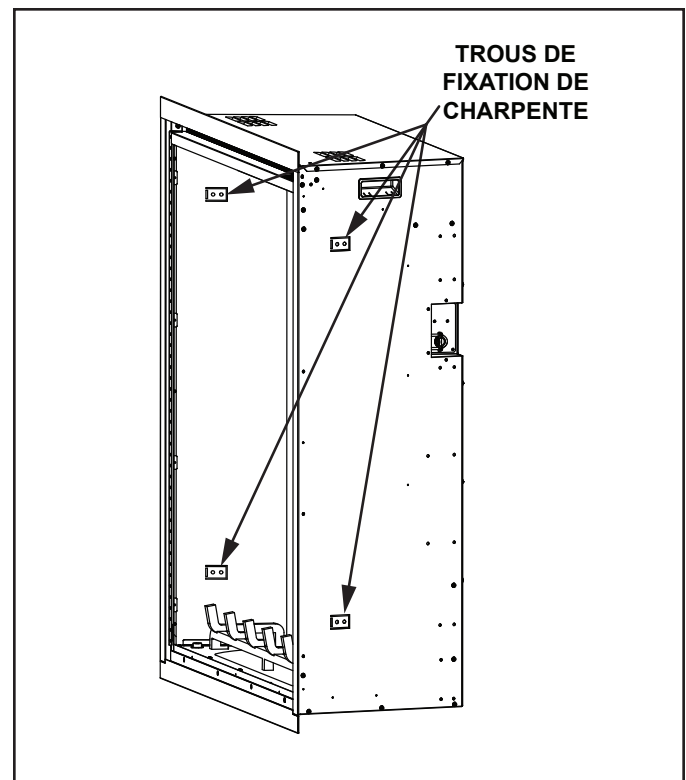

Figure 7.2 Emplacements des trous de fixation de la charpente
7. Fixez l'appareil à la charpente à l'aide de quatre (4) vis à bois ST4X40 aux emplacements de fixation à languettes de la charpente. Voir la figure 7.2.